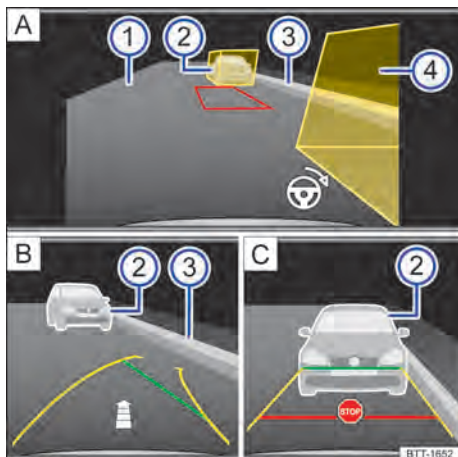

Fig. 165 Exibição do display do sistema Infotainment: estacionar paralelamente com a câmera de marcha a ré.
Legenda para → Fig. 165:
- Posicionar o veículo a uma distância de aproximadamente um metro paralelamente à fila de estacionamento. Os boxes auxiliares amarelos devem cobrir os obstáculos → Fig. 165 [A] ② ou ④. A área situada no meio deve estar livre de obstáculos.
- Engatar a marcha a ré. Uma borda vermelha representa a posição alvo do veículo → Fig. 165 [A].
- Girar o volante até que a borda vermelha avance entre os boxes auxiliares e se torne verde → Fig. 165 [A]. Manter o volante nesta posição durante a condução em marcha a ré.
- Conduzir lentamente em marcha a ré até surgir o sinal de parar ou a linha verde coincidir com os limites laterais da vaga de estacionamento → Fig. 165 [C]. Uma seta → Fig. 165 [B] indica o percurso ainda a ser percorrido, conforme o número dos segmentos representados.